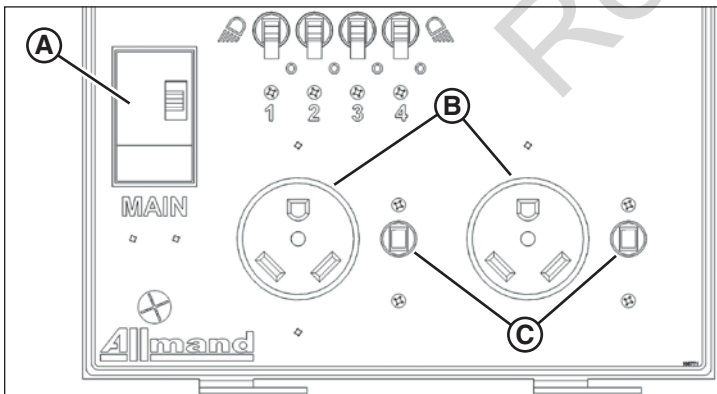

Рисунок 33
- Две розетки RV (В, рис. 33), каждая из которых защищена разъединителем на 30 А (С), ИЛИ